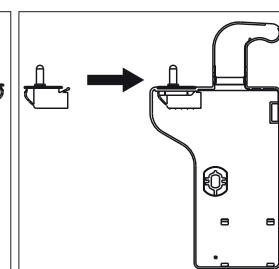

Abb. 4
- ▶ Montieren Sie den Türkontakt in die Scharnierabdeckung (27) aus dem Beipack, indem Sie den Türkontakt einklipsen (Abb. 4). Legen Sie die Scharnierabdeckung zur späteren Verwendung sicher zur Seite.